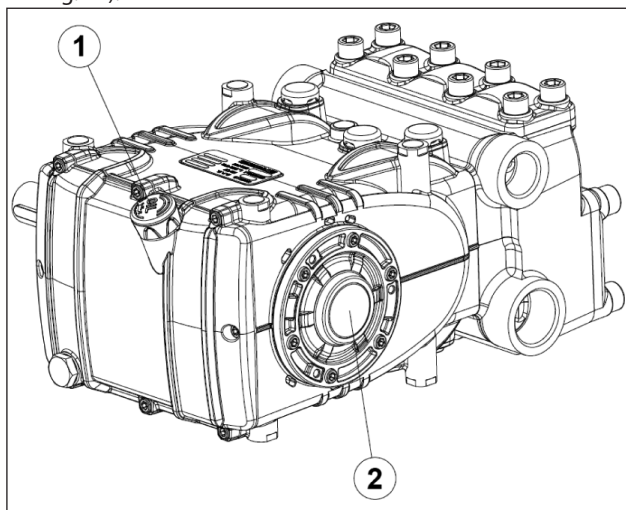

Fig. 14
5. L'huile dans le carter de la pompe est au bon niveau, en le vérifiant avec la jauge prévue à cet effet (rep. ① Fig. 14) et exceptionnellement avec le témoin de niveau (rep. ② Fig. 14).